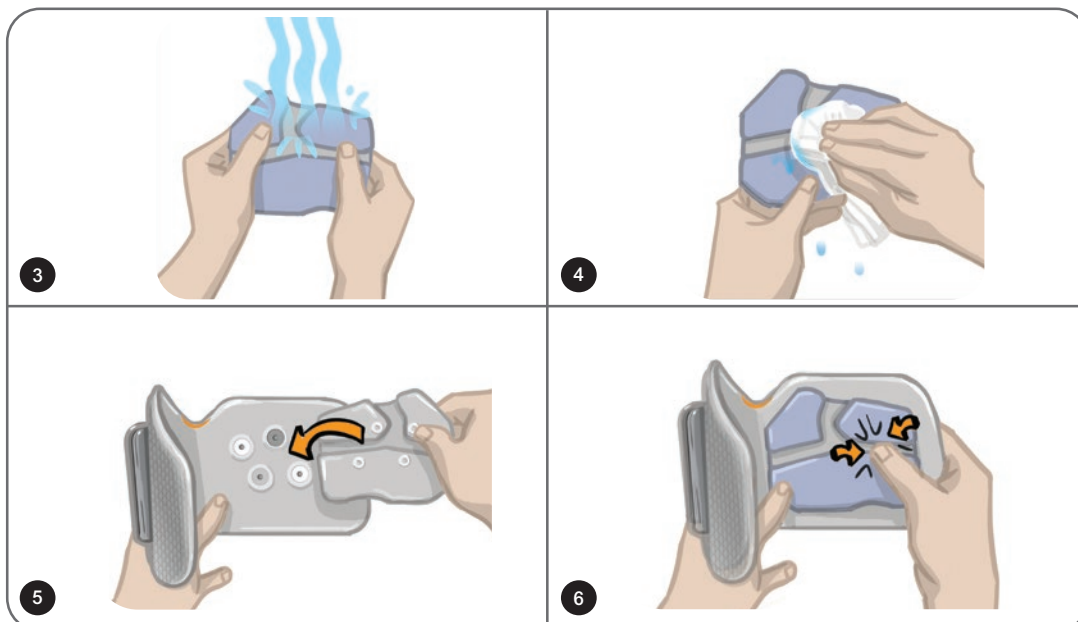

Figura 8-12: Posizionamento dell'elettrodo Steering
**Per posizionare l'elettrodo Steering: (Figura 8-12).**